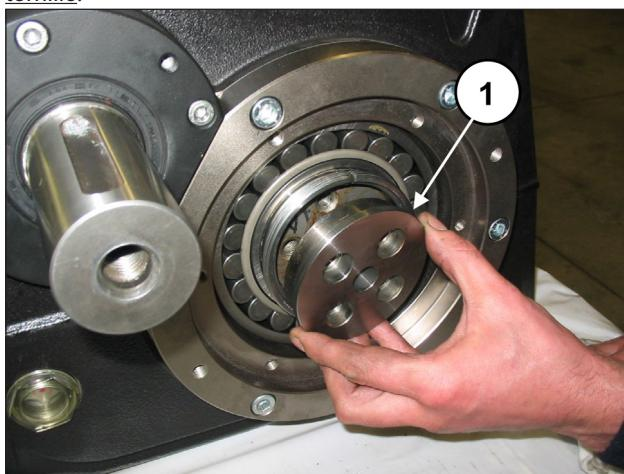
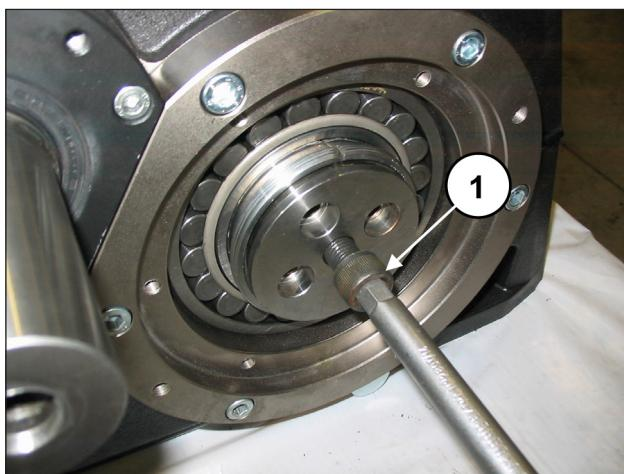

Fig. 78
Fig. 79
Introducir las bridas de bloqueo del casquillo dentro de los casquillos cónicos (pos. ①, Fig. 78). Aplicar un tornillo M16 con la longitud adecuada (35 - 40 mm) en el orificio M16 del eje acodado y atornillarlo hasta que la brida se apoye en el casquillo (pos. ①, Fig. 79). No apretar el tornillo.